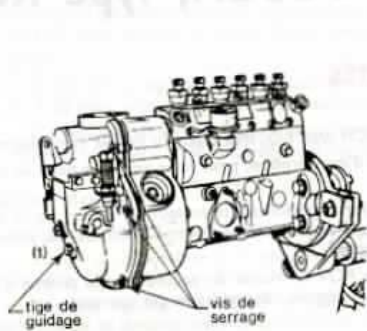

Fig. 3.
- Placer l'ensemble pompe régulateur sur un support spécial (fig. 3).